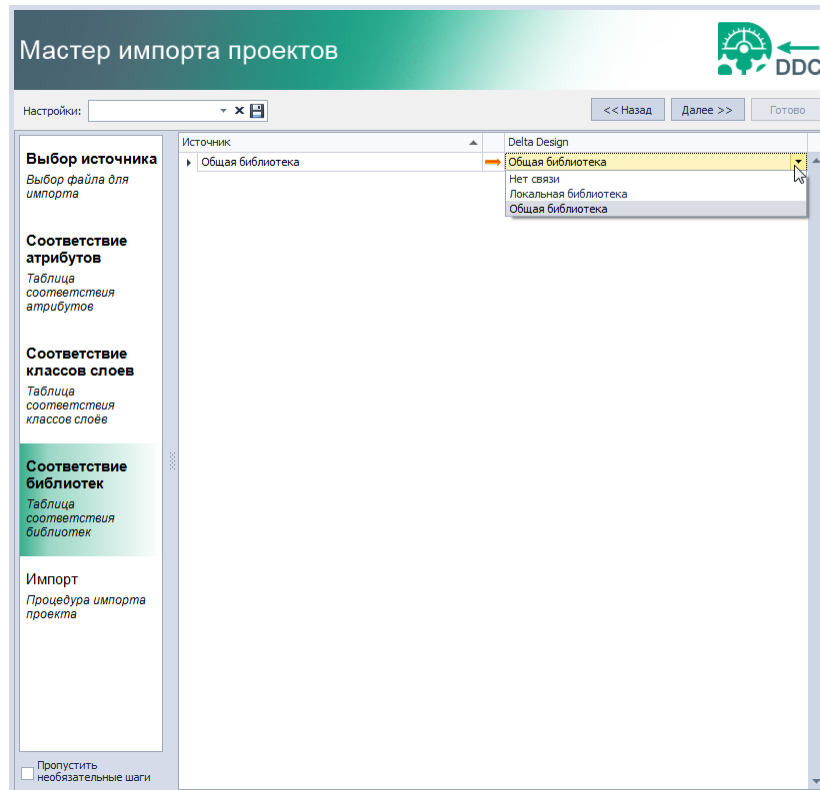

Рис. 68 Установка соответствия библиотек
10. Установите соответствие для библиотечных компонентов, Рис. 68.